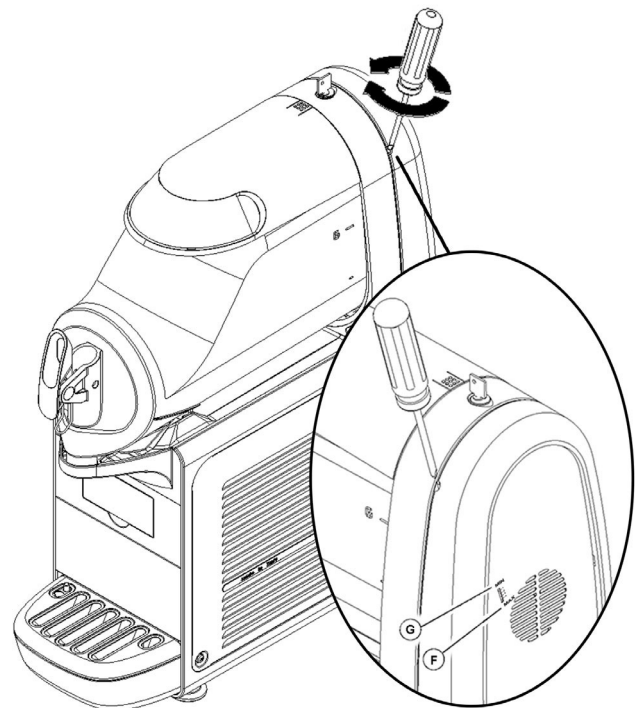

figura 25
**1 Regulación de la densidad:** la densidad óptima del granizado ha sido ya ajustada en fábrica. Si se quiere variar dicha densidad girar con un destornillador el correspondiente tornillo de ajuste situado en cada una de las paredes posteriores del distribuidor (ver figura 25):